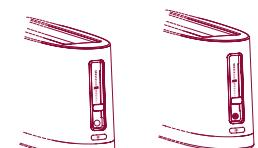

Abb. 8
- 4 Betätigen Sie die Taste DEFROST . Die Leuchtanzeige der Taste schaltet sich ein (Abb. 8).